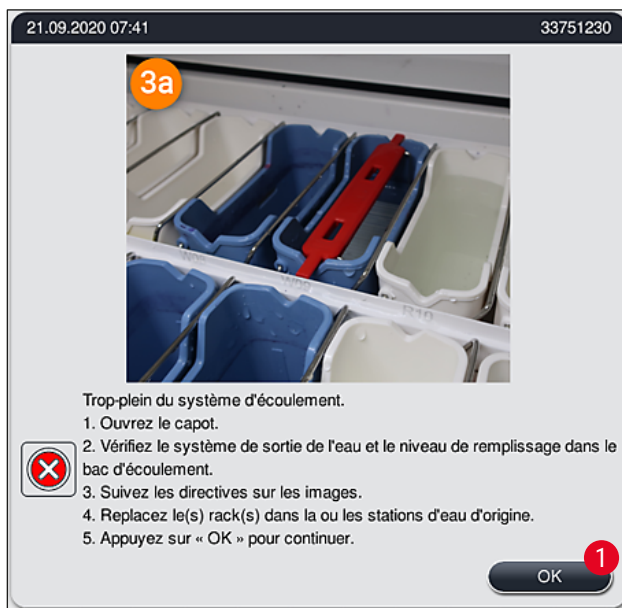

Fig. 120
L'obstruction d'un système d'évacuation d'eau peut être causée par le blocage d'un filtre d'écoulement (→ "Fig. 98-1") ou d'un tuyau d'écoulement (→ "Fig. 7-1"). Une telle obstruction peut entraîner une augmentation du niveau d'eau dans le bac d'écoulement. Par conséquent, cela peut conduire à un niveau d'eau critique dans l'appareil. L'utilisateur reçoit un message d'erreur sur l'écran (→ "Fig. 120") et une alarme retentit. Le message d'erreur fournit à l'utilisateur des conseils permettant de résoudre l'obstruction par une séquence d'images répétitives (→ "Fig. 122").
- Si le niveau d'eau dans le bac d'écoulement tombe en deçà du niveau critique pendant le processus de résolution, le message (→ "Fig. 120") disparaît et un autre message s'affichant à l'écran informe l'utilisateur que le processus de coloration peut être poursuivi.